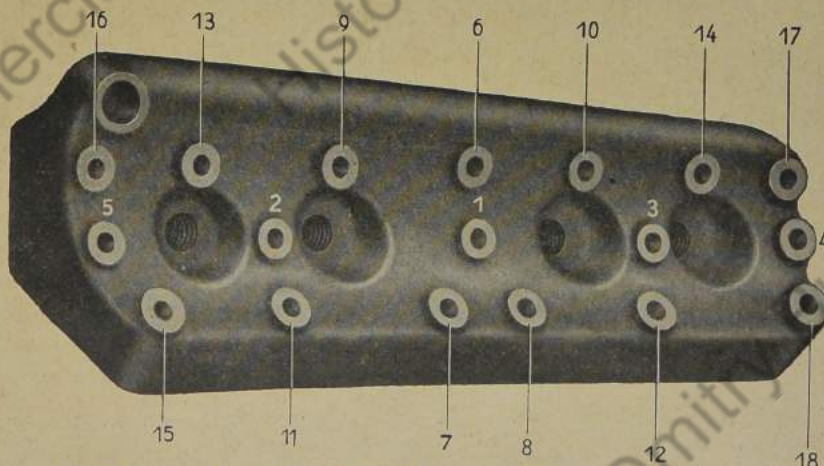

Bild 57: Reihenfolge für das Anziehen der Zylinderdeckelschrauben
2. Motor abkühlen lassen. Zylinderdeckelschrauben in umgekehrter Reihenfolge (Bild 57) lösen und herausschrauben. Zylinderdeckel durch Holzhammerschläge lösen und abnehmen.
3. Zylinderdeckel aufsetzen und die Schrauben 1—2—3—4—5 (Bild 57) einschrauben und leicht beiziehen. Dann die übrigen Schrauben einschrauben und ebenfalls leicht beiziehen. Schrauben in richtiger Reihenfolge (Bild 57) anziehen.